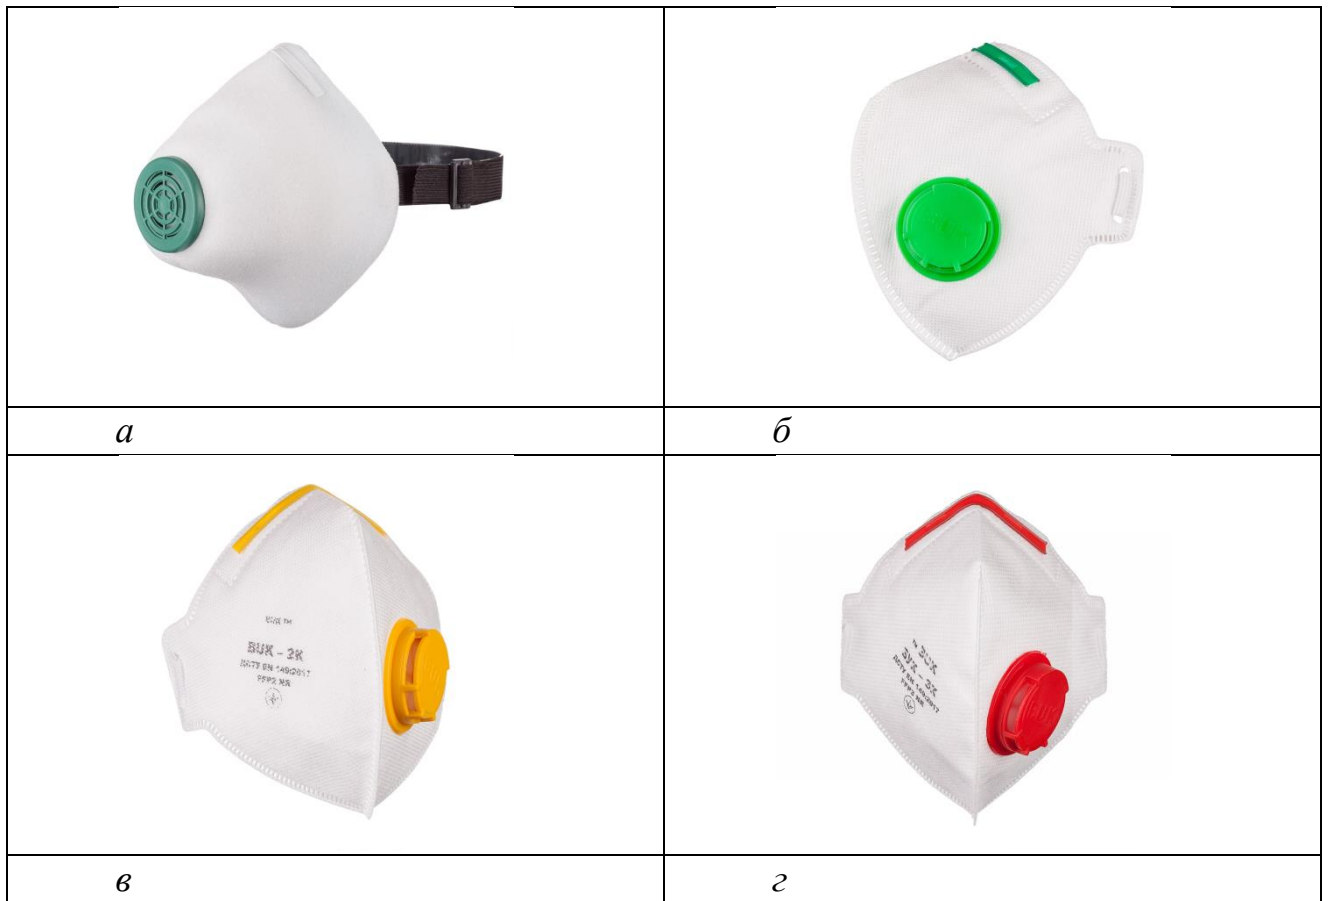

Рис. 3. Зовнішній вигляд респіраторів: *a* — У-2К, *б* — респіратор типу FFP1, *в* — респіратор типу FFP2, *г* — респіратор типу FFP3.
**Респіратор У-2К(аналог Р-2)** (рис. 3, а), який призначений для захисту органів дихання від радіоактивного пилу та звичайного атмосферного (грунтового) пилу, а також служить для захисту від бактеріальних засобів, які не виділяють отруйних газів і пару у вторинній хмарі біологічних засобів ураження.
**Респіратори FFP1** (рис. 3, б). Респіратори FFP1 здатні захистити від нетоксичного пилу (наприклад, будівельного). Також вони ефективні від великих крапель аерозолів (наприклад, диму або туману). Респіратори FFP1 бувають з клапанами та без. Клапан дозволяє під час кожного видиху виводити нагріте повітря і пару від дихання з-під маски. За таких умов її властивості зберігаються довше і міняти маску можна рідше (рекомендовано до 8 годин).
**Респіратори FFP2** (рис. 3, в). Респіратори FFP2 затримують близько 94% шкідливих речовин і мають номінальний коефіцієнт захисту рівний 12. Такому
**Респіратори FFP3** (рис. 3, г). Респіратори FFP3 — респіратори з найвищим ступенем захисту. Вони фільтрують майже 99% шкідливих речовин. Навіть якщо рівень забруднення повітря в 50 разів перевищує гранично-допустиму концентрацію в масці повітря залишається чистим. Їх можна застосовувати під час роботи з азбестом, в умовах радіоактивного пилу, для захисту від вірусів і бактерій, під час роботи з парою миш'яку або стрихніном.